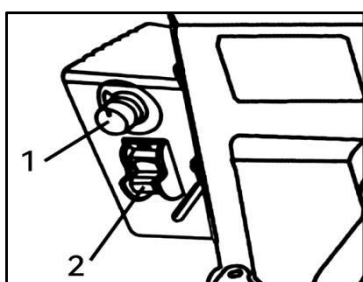

图 13
a 如（图 13）中，主开关 2 是控制产品整个电路的电源开与关的。在开关是拔钮开关，将其拔钮朝上拔到位，为处千“开”的位置，拔钮朝下拔到位为开关处千“关”的位置。在此拔钮的外端有一个黄色的小插销，当开关处于“关”的位置的时候，如果拔出此黄色小按钮，开关将处千锁定状态，此时拔钮再朝上拔的话，开关将开不启来的。
b. 在主开关 2 的上方是一个速度调节旋钮 1 的 C（图 13 所示），将此旋钮逆时针旋转到底，速度将是调节范围内的最底速。速度将随着此旋转的顺时针旋转而增加，当此旋钮顺时针方向旋转底的时候，速度将是此调节范围内的最高速度。